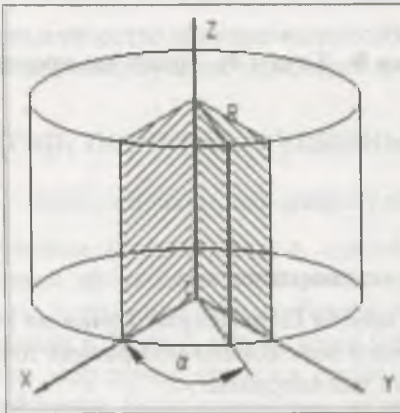

Рис. 20.17. Построение точки
-  — **Цилиндрическая**. Цилиндрическая система координат  $R, A, Z$  размещается относительно системы координат следующим образом (рис. 20.17): значение координаты  $A$  определяет угол (альфа) поворота точки, значение координаты  $R$  определяет расстояние от точки до оси  $Z$  (радиус цилиндра);